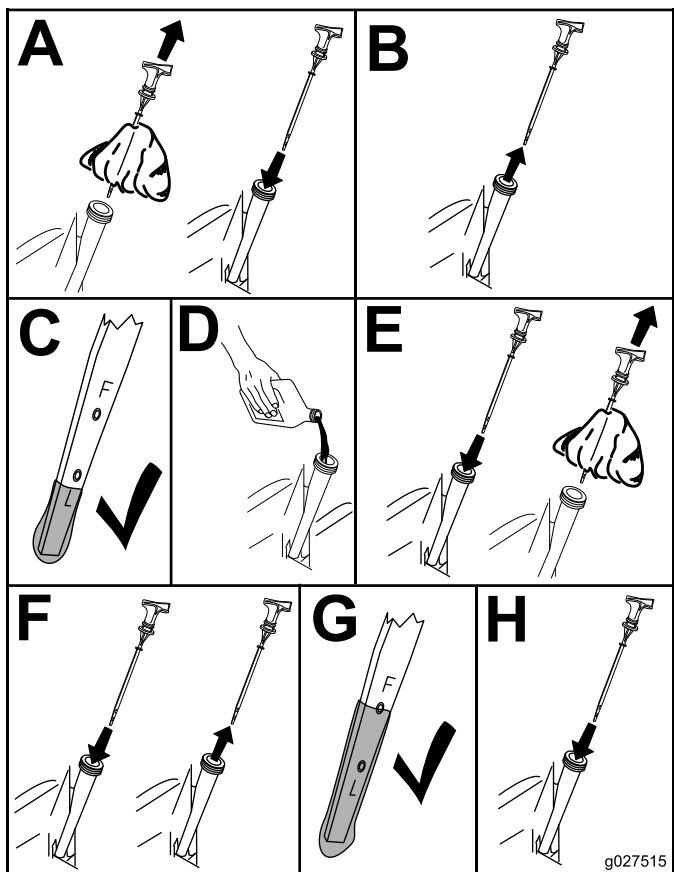

Figure 31
3. Contrôlez le niveau d'huile moteur (Figure 31).